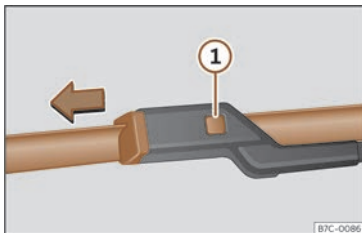

Abb. 184 Scheibenwischerblätter vorne auswechseln.
- Die Entriegelungstaste >>> (Abb. 184) ① gedrückt halten und gleichzeitig das Scheibenwischerblatt vorsichtig in Pfeilrichtung abziehen.